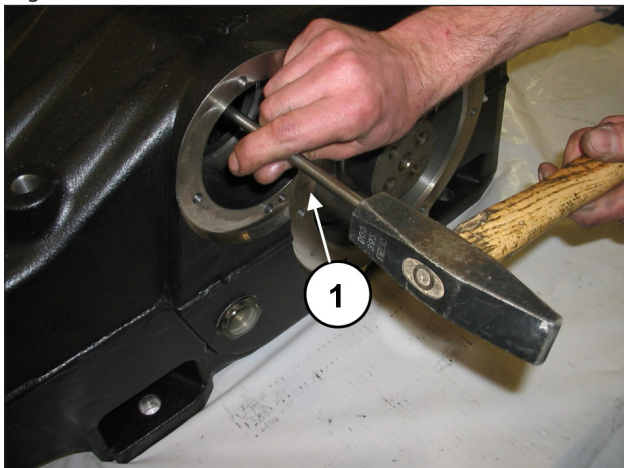
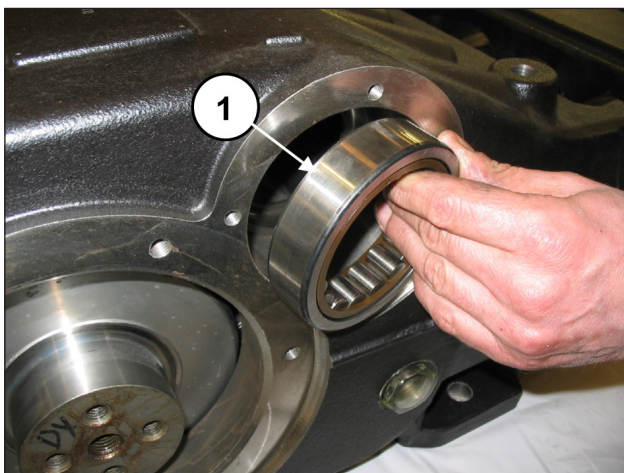
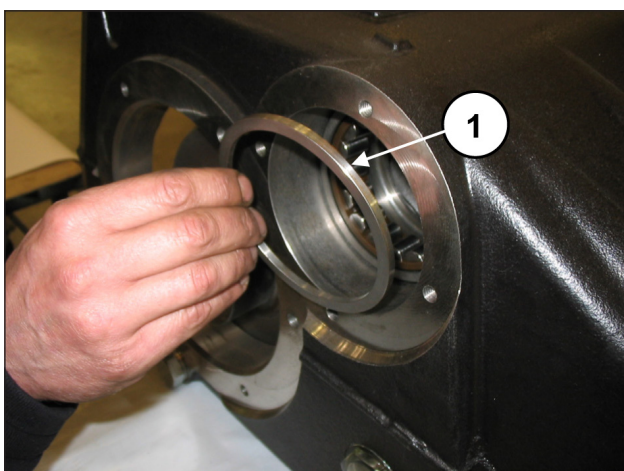
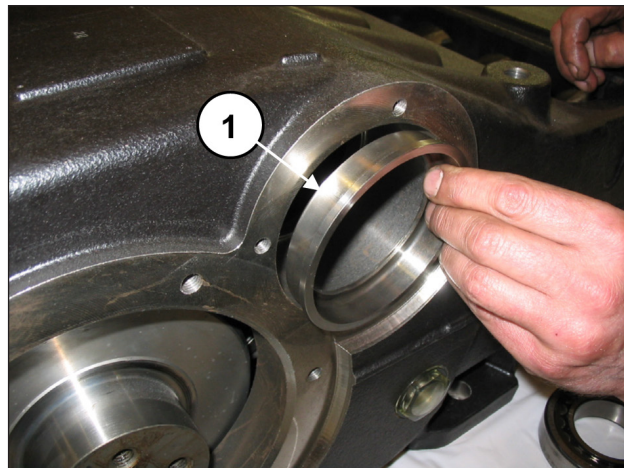

Abb. 34
Abb. 35
Abb. 36
Abb. 37
Ziehen Sie mithilfe einer ausreichend langen Stange (Pos. ①, Abb. 34) und eines Schlagwerks die Lagerringe vom Pumpengehäuse (Pos. ①, Abb. 35), den Distanzring des Außenlagers (Pos. ①, Abb. 36) und die Schmierbuchse der Lager ab (Pos. ①, Abb. 37).